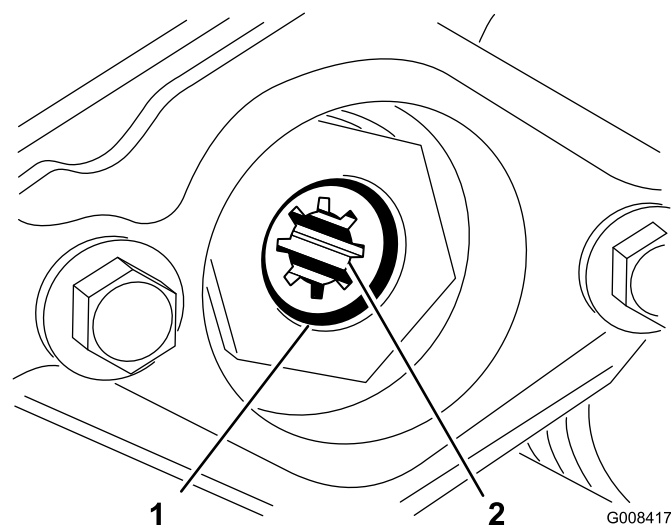

Figure 9
3. Vis Allen (2)
4. Retirez le jonc d'arrêt qui fixe l'accouplement d'entraînement dans le tube du cylindre (Figure 9). Enlevez l'accouplement d'entraînement.
5. Appliquez de la graisse à l'intérieur de l'accouplement d'entraînement. Montez l'accouplement à l'extrémité gauche du tube de cylindre du plateau de coupe au moyen d'un jonc d'arrêt (Figure 9).